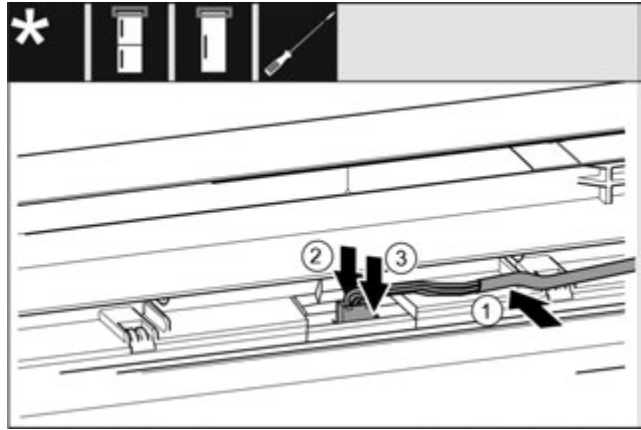

Fig. 44
- ▶ Вставте сірий кабель в направляючу в верхніх дверцятах. Fig. 44 (1)
- ▶ Притисніть фіксувальний виступ назад. Fig. 44 (2)
- ▶ Зафіксуйте штекер. Fig. 44 (3)